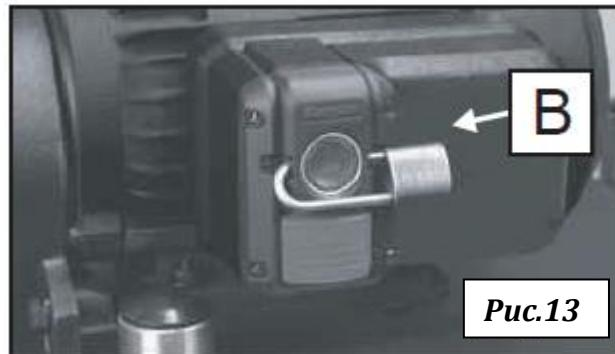

Рис.13
ВАЖНО! Если станок не используется, выключатель должен быть заперт в положении ОТКЛ. (OFF) для предотвращения несанкционированного на висячий замок (B), рис. 13, скобой диаметром 8, 17 мм. **Примечание:** для ясности показан выключатель другой конструкции.